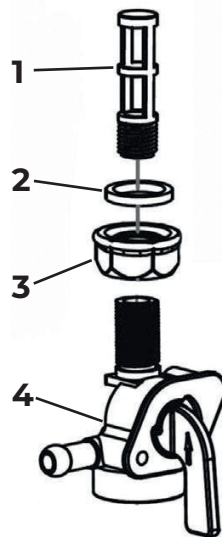

Рис. 15.
В кране топливного бака установлен сетчатый фильтр 1 (Рис. 15). Рекомендуется не реже одного раза в течение 300 отработанных часов (или 1 раз в год) производить его очистку. Одновременно с очисткой топливного фильтра необходимо промыть и очистить топливный бак от грязи и конденсата.
2. Открутите контргайку 3 на 1-2 оборота (Рис. 15).
4. Выкрутите из корпуса 4 топливного крана сетчатый фильтр 1 (Рис. 15).